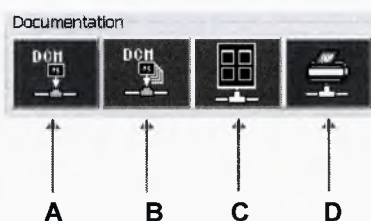

Рисунок 24
7.4.2.4.4 Зона «Документация» (см. рисунок 24) позволяет управлять пересылкой изображений в хранилище DICOM и на устройство печати.